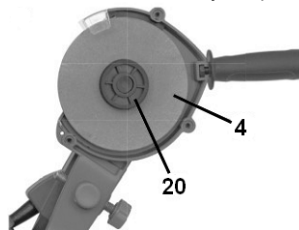

Рисунок 11
Потім зафіксувати заточувальний диск (4) і відкрити фіксатор диска (20) (див. рис. 11). Замінити диск на новий, виконавши наведені вище дії у зворотній послідовності.